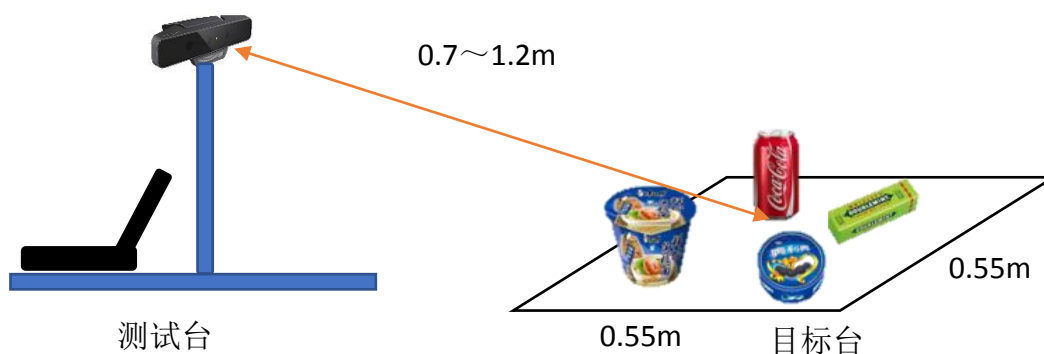

图 1 3D 实物比赛示意图
2. 比赛场地包括测试台和目标台 2 部分，均由大赛组委会提供。示意图见图 1；